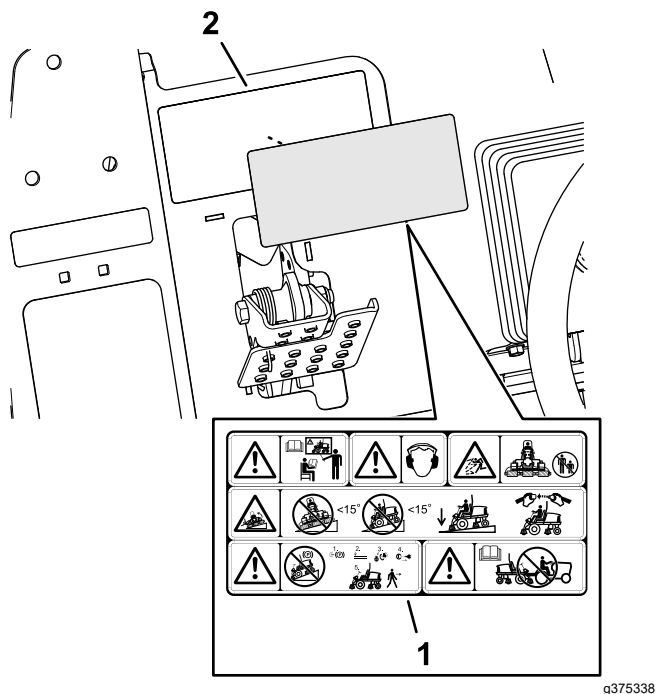

Рисунок 39
1. Очистите поверхность предупреждающей наклейки 133-2930 протирочным спиртом и чистой ветошью и дайте наклейке высохнуть (Рисунок 39).